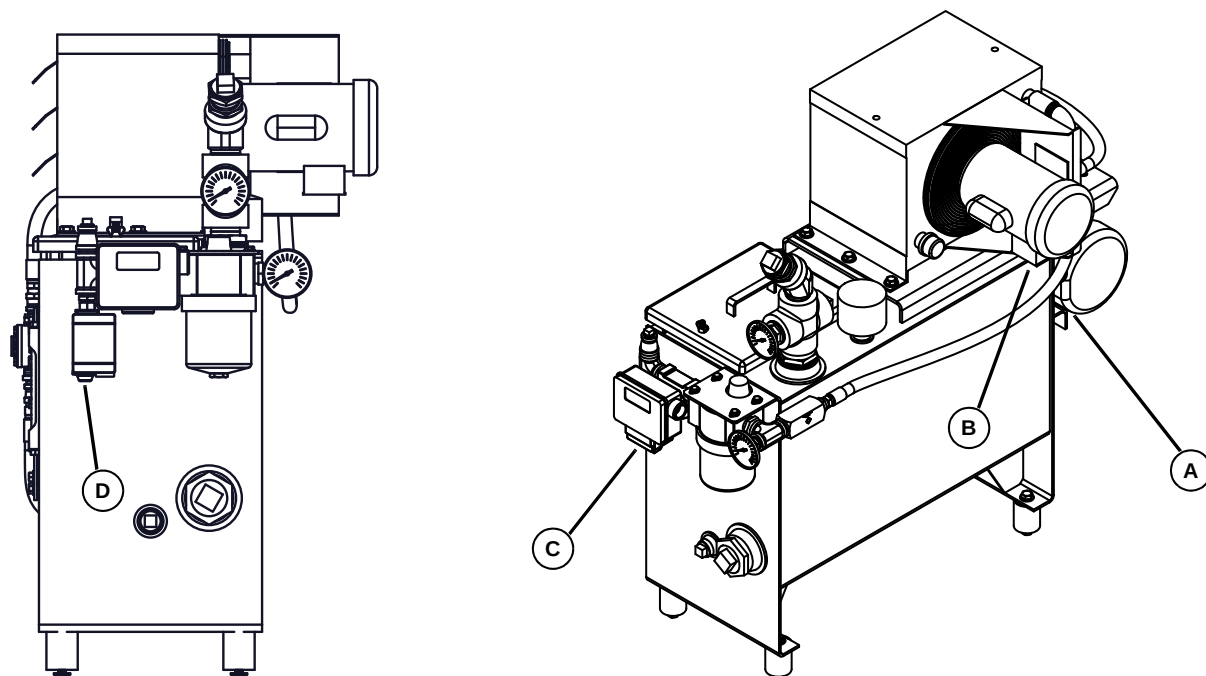

Figura 3-10. Unidades do Sistema de Lubrificação Circulante, Pontos de Conexão Elétrica
4. Verifique a rotação da roldana do alimentador. A roldana deve estar girando na direção correta de acordo com a localização da sua roldana e do motor, conforme ilustrado na Figura 3-10. Se a roldana do alimentador estiver girando na direção errada, desligue o alimentador imediatamente e inverta os fios elétricos do motor ou as mangueiras de transmissão hidráulica.